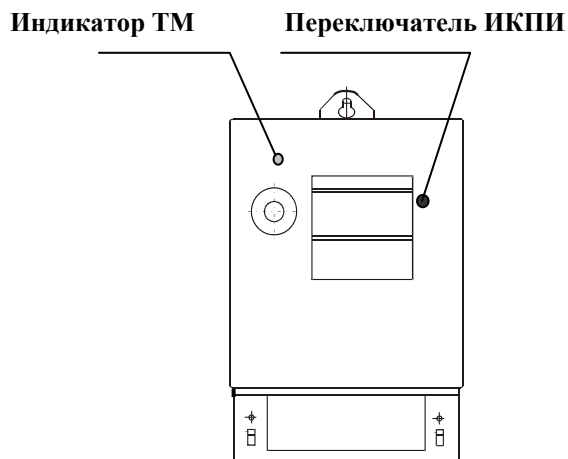

Рисунок 1 – Расположение индикатора ТМ и переключателя ИКПИ
1.5 В многотарифном режиме показания счетчика выводятся на дисплей последовательно, как в автоматическом, так и в ручном режиме при помощи инфракрасного переключателя индикации (ИКПИ) (см.рисунок 1).